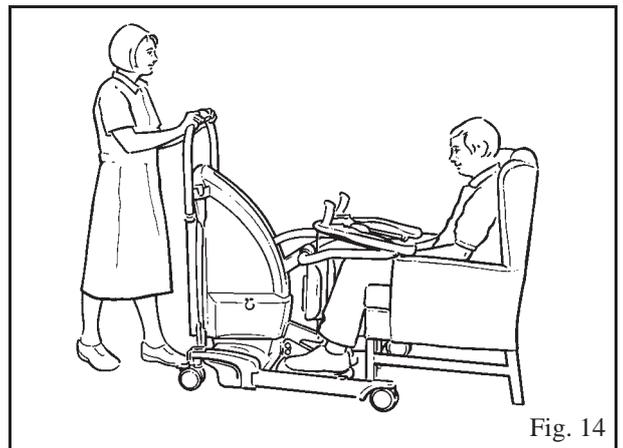

Fig. 14
4. **Para transferências:** Quando o paciente estiver pronto, ajude-o ou deixe que ele coloque os pés no suporte de pés, empurrando levemente o Sara Plus na direção dele para facilitar o procedimento. (Veja Fig. 14).